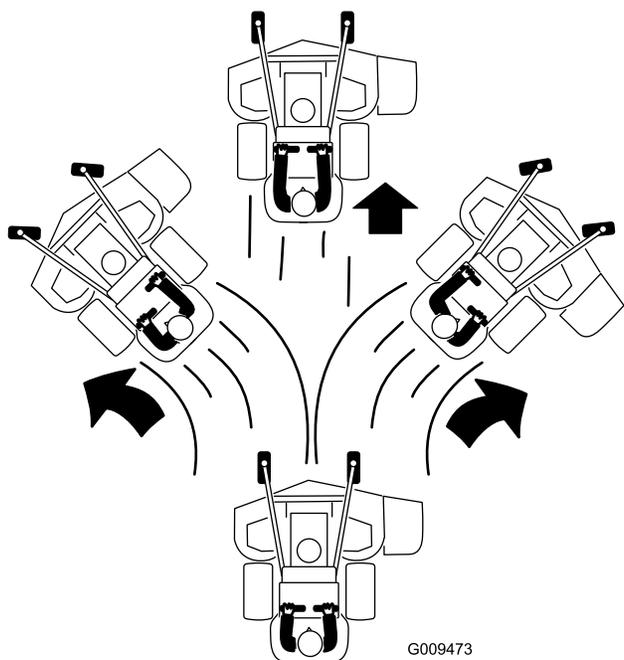

Figura 21
4. Empurre lentamente as alavancas de controlo de movimento para a frente (Figura 21).